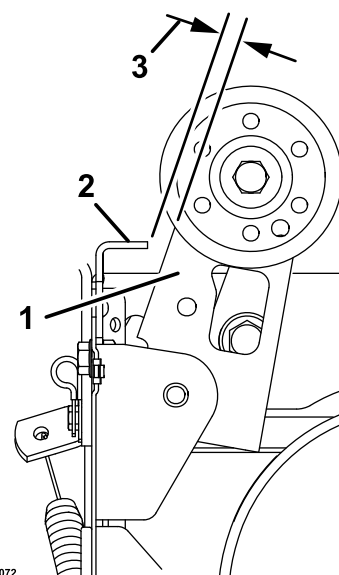

Figura 36
- Ajuste el tensor hasta que el espacio entre el conjunto del embrague del cepillo y la pestaña sea de 3,2 mm (Figura 36).